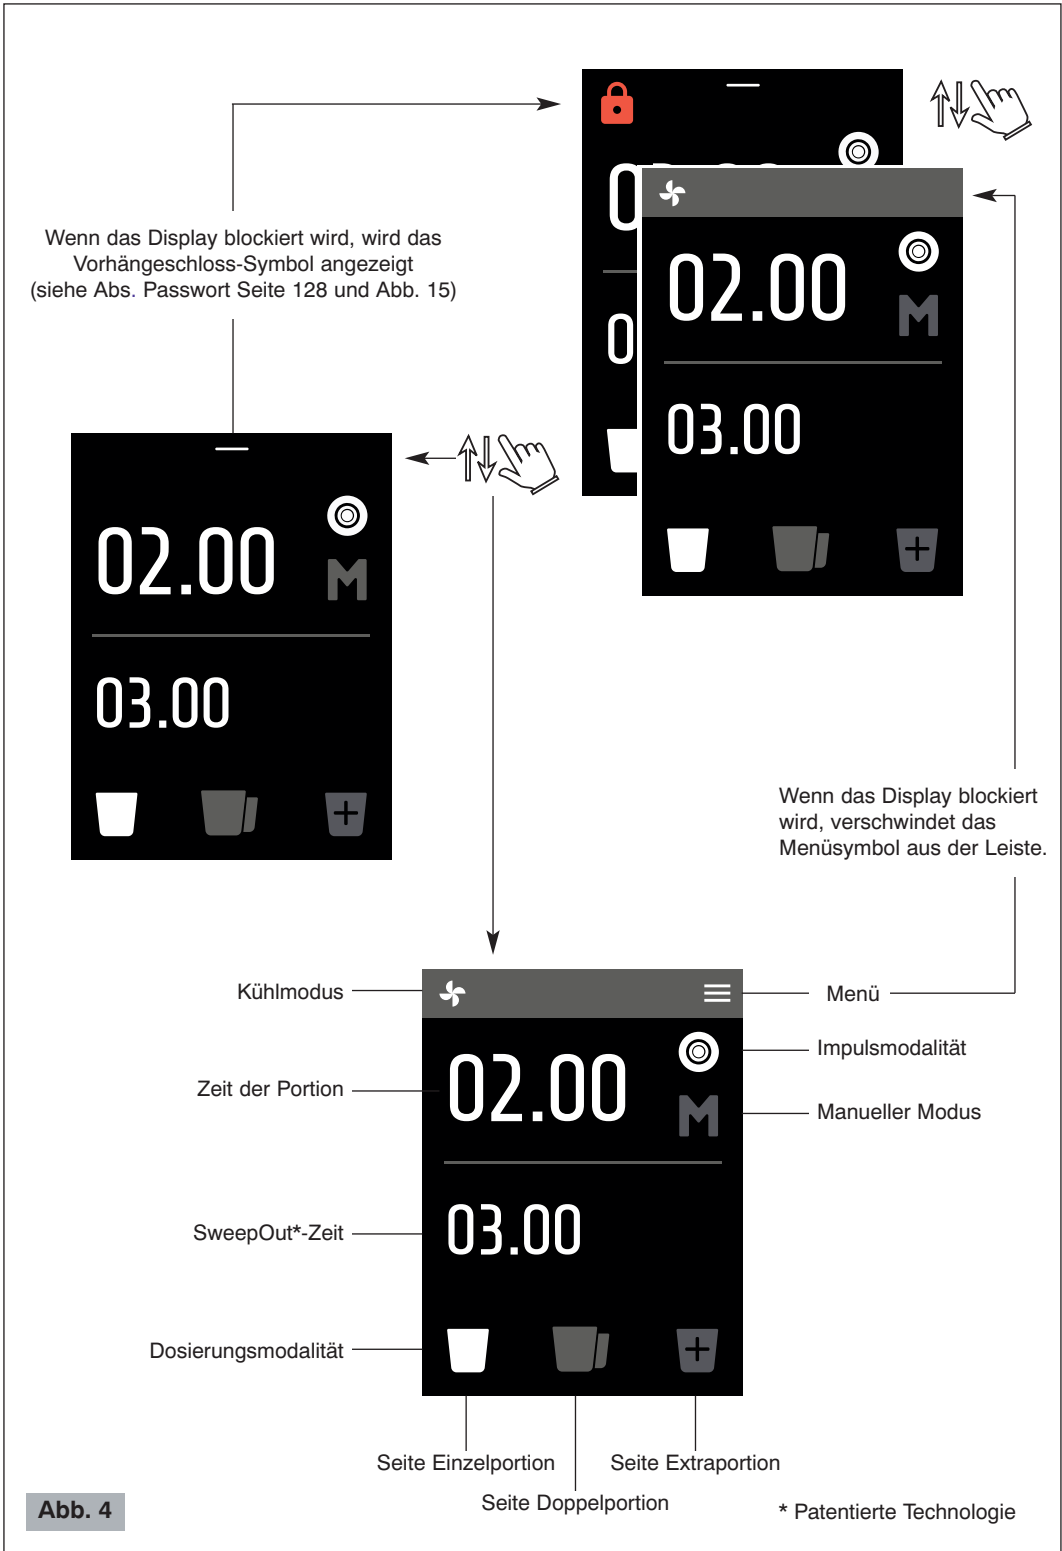

Abb. 4
### Hauptkomponenten (Abb. 1, Abb. 2, Abb. 3, Abb. 4)
| 7 | Schalttafel (Abb. 1 und Abb. 4)         | 16 | Anzeigescheibe der Kaffeebohnengröße |
- 2 Den ON-OFF-Schalter (14 Abb. 2) auf "I" einstellen. Die Schalttafel schaltet sich ein (7 Abb. 1) (siehe Abb. 4).